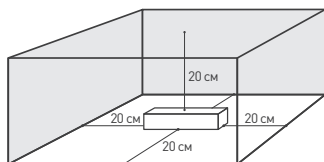

Рис. 2. Свободное пространство вокруг источника
- температура окружающего воздуха от -40 до $+40^\circ\text{C}$, см. график зависимости максимально допустимой нагрузки на источник питания от температуры окружающей среды на рис. 2;
- 4.3. Для естественной вентиляции обеспечьте свободное пространство вокруг источника питания не менее 20 см, как изображено на рис. 2. При невозможности обеспечить свободное пространство используйте принудительную вентиляцию. В случае установки в ограниченном пространстве (например, лайтбокс или профиль) предусмотрите обеспечение требуемого температурного режима источника питания согласно рис. 3.